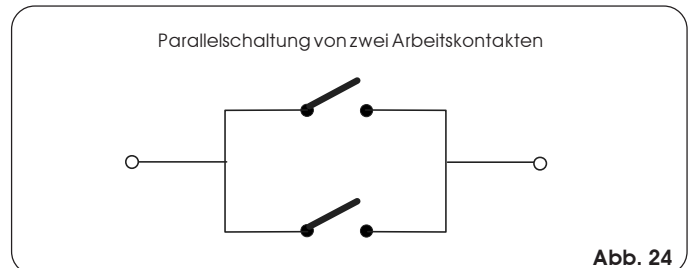

Abb. 24
**Anmerkung: wenn zwei oder mehrere Vorrichtungen mit Arbeitskontakt dieselbe Funktion haben, müssen sie parallel geschaltet werden (Abb. 24).**